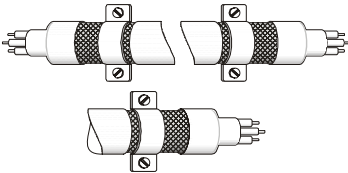

图 2
- 4. 电机线的隔离铜网与金属板的连接方式需正确，应将电机线两端的隔离铜网使用 U 型金属配管支架与金属板固定，正确连接方式请见图 2 中的 4、5 所示，图 2 中的 1、2、3 为错误的连接方式。